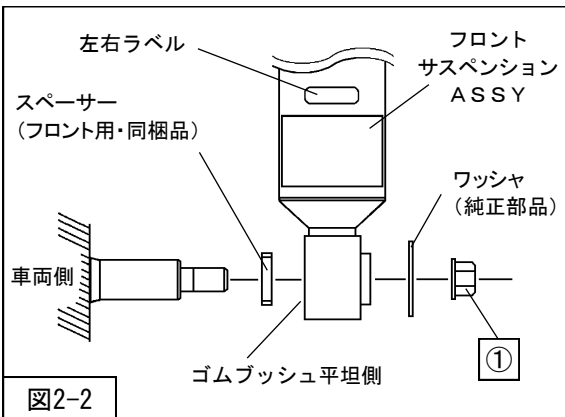
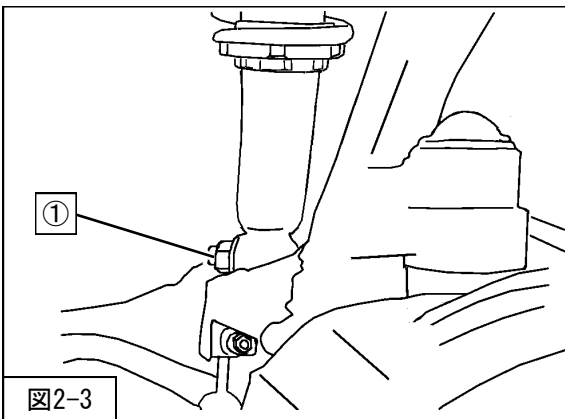

図2-2
図2-3
2. フロントサスペンションASSYロア取付け部の車両側のシャフトにスパース (フロント用・同梱品) を取付けてください。(図2-2)
①フロントサスペンションASSYロア取付ナット
- を取付けてください。(図2-2・図2-3)